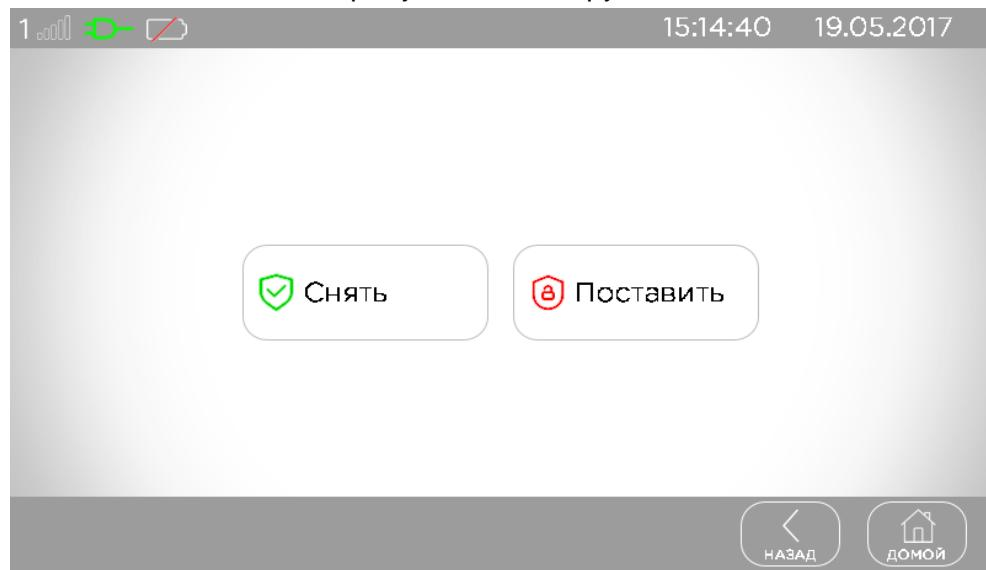

Рисунок 7. Выбор общей постановки/снятия
- Для снятия с охраны **с экрана верхнего уровня** нужно предварительно нажать кнопку **«Общая постановка/снятие»** и на появившемся экране ввести общий 4-х значный цифровой пароль, а затем выбрать действие, выполняемое этим паролем – кнопка **«Снять»** с охраны нескольких групп, см. рисунок 7.